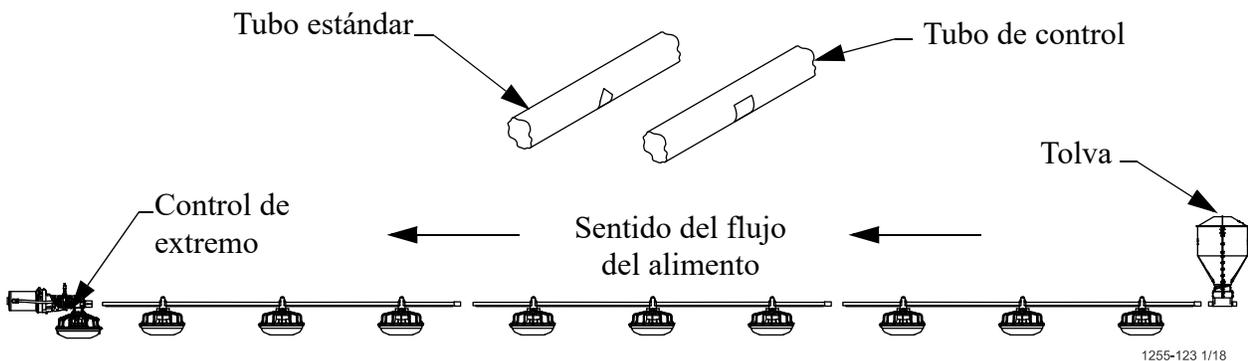

Figura 25. Instalación del colgador
1. Los tubos del sinfín y los comederos pueden tenderse extremo con extremo en la ubicación final aproximada de la línea. El extremo acampanado de cada tubo debe quedar hacia el extremo de la línea correspondiente a la tolva. (Ver la Figura 25.)